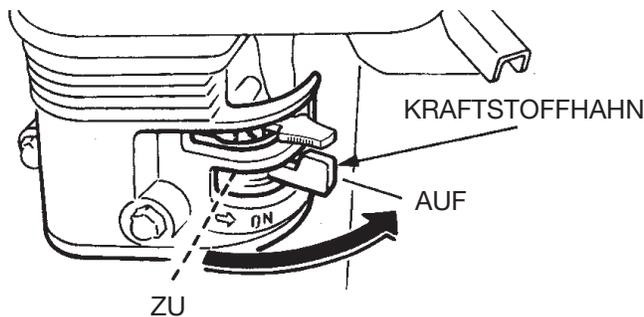

Abb. 25. Kraftstoffhahn
5. Den **Kraftstoffhahn** (Abb. 25) auf "ON" (AUF) stellen.